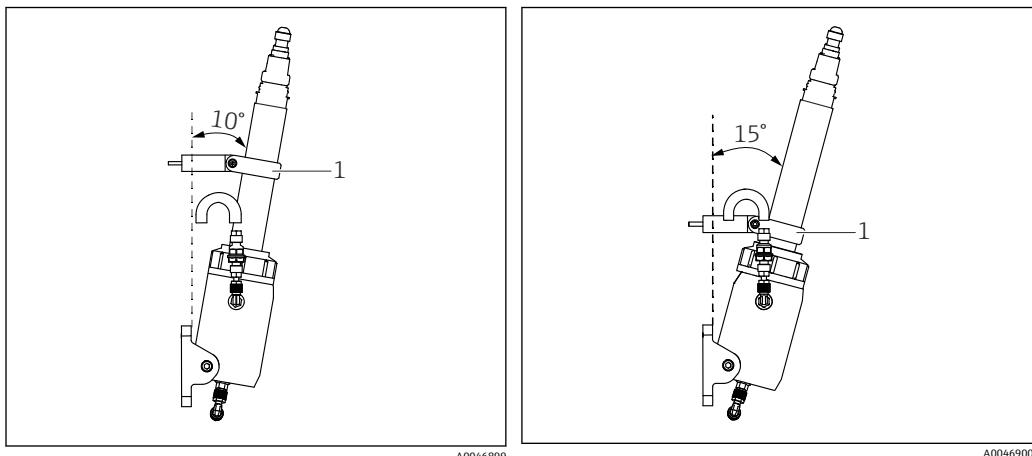

图 10 定位盘安装在上部, 与安装板之间的相对角度为  $10^\circ$
3. 在安装板上标出 4 个安装孔的位置。操作时注意外形尺寸→ 图 10。